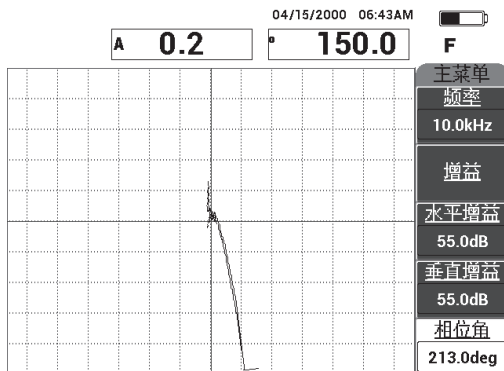

图 6-33 调整信号角度使信号朝上
7. 按**主菜单**键 ()，然后按**相位角** (E 键)，并调整信号的角度，使脱粘信号朝上呈 90° (参见第 144 页的图 6-33)。